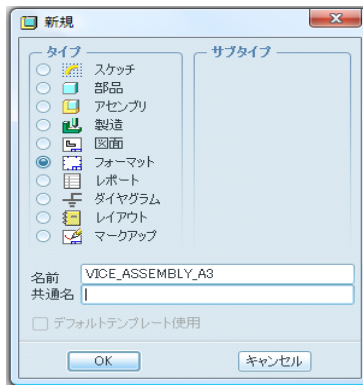

図 12-2 新規図面
- 1) ファイル、ワーキングディレクトリを制作したバイス アセンブリ ファイルのフォルダに指定する。「新規」、フォーマット、名前を「VICE_ASSEMBLY_A3」 (図 12-2) に示す。